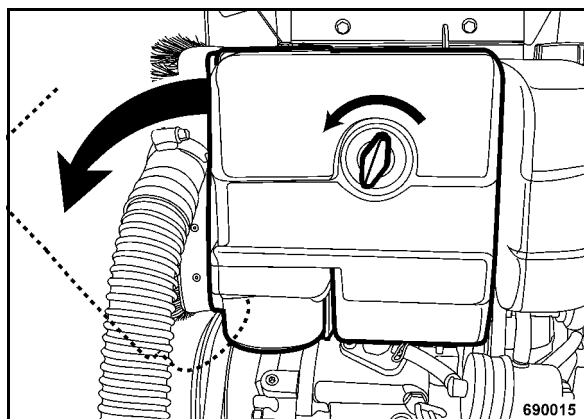

рис. 69
- Отвинтить гайку-барашка и снять крышку корпуса (рис. 69).